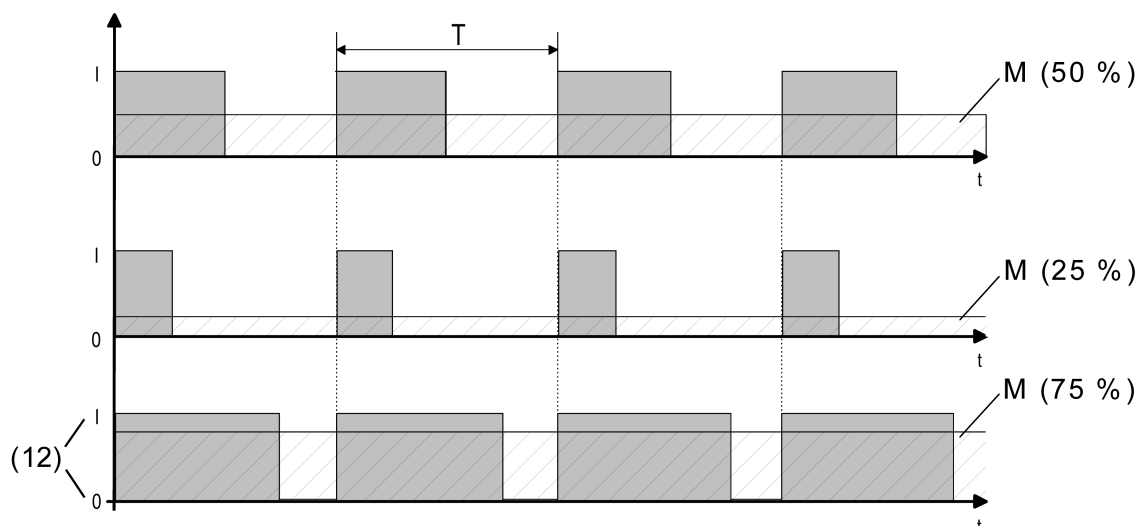

Figure 34: Modulation de largeur d'impulsion d'un signal de sortie de valve
Dès que l'appareil doit régler un paramètre constant ou une valeur de position de consigne de valve constante configurée dans l'ETS, il module le signal de sortie via la largeur d'impulsion d'activation. La valeur moyenne (M) du signal de sortie résultant de cette modulation (en tenant compte de la durée de cycle (T) réglable dans l'appareil) sert de mesure pour la position de valve moyenne de la valve réglable et constitue ainsi une référence pour la température ambiante réglée (figure 34).